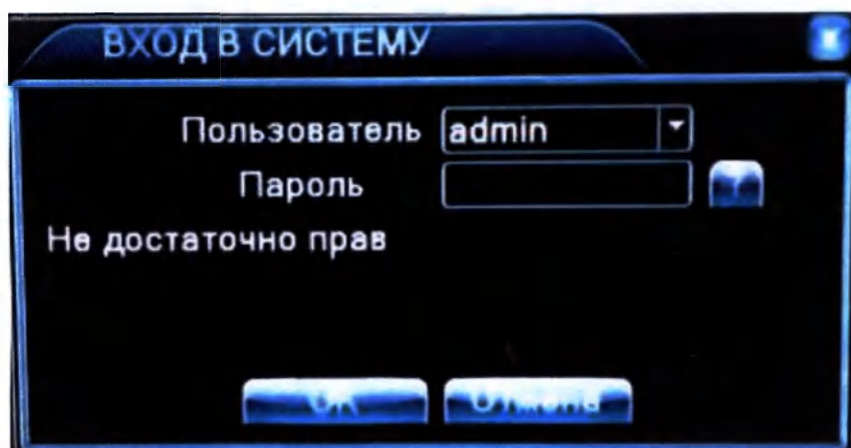

Рис. 2 – Вход в систему
3.1. После загрузки программного обеспечения система попросит ввести логин и пароль (Рис.2).